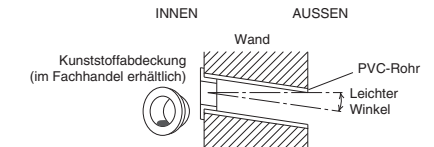

Abb. 3-79
- (6) Die Kunststoffabdeckung über das Rohrende schieben (nur für Innenseite) und das Rohr in die Wand einsetzen. (Abb. 3-79)